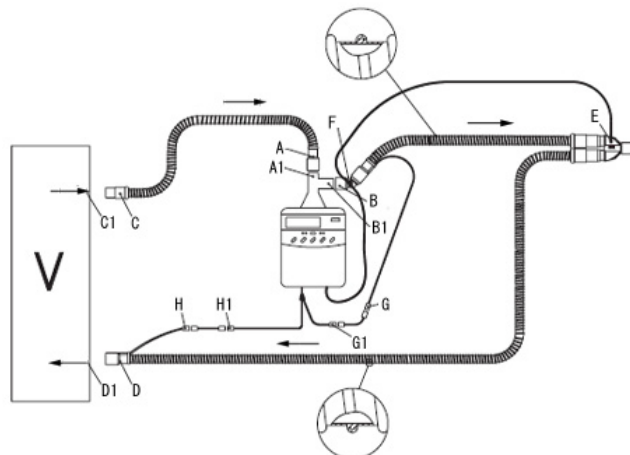

図 3
- (1) 吸気側の電気トリカルアダプタ(赤、G)をアダプタ(赤、G1)と接続する。
- (2) 呼気側の電気トリカルアダプタ(青、H)をアダプタ(青、H1)と接続する。
10. Hudson社製加温加湿器とヒーターワイヤー入蛇管が2本ついた回路を使用する場合は、アダプタが2つ必要である。下記の手順に従って接続すること(図3)。